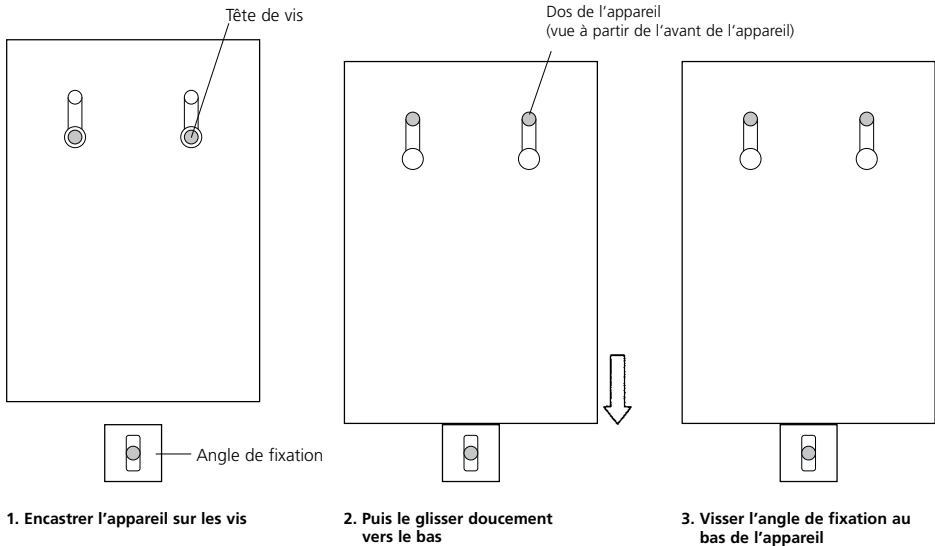

Figure 2 : Accrochage de l'**AIRVAC 2002** sur les vis de fixation
- accrocher l'appareil sur les deux vis supérieures comme décrit dans la Fig. 2 et le glisser doucement vers le bas.